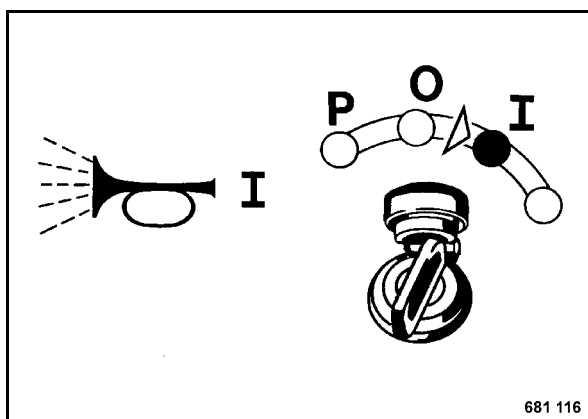

Fig. 15
- Girar la llave de contacto a posición "I" (Fig. 15), suena el zumbador.